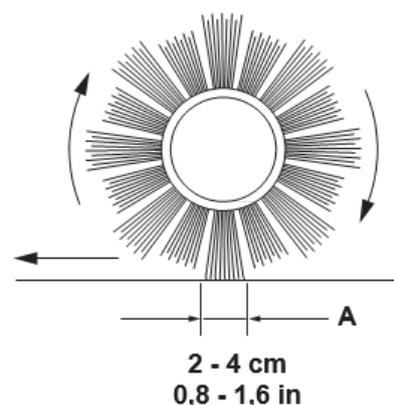

Figura 18
5. Controllare la larghezza dell'impronta della spazzola sul terreno (A, Figura 18), che deve essere compresa tra i 2 e i 4 cm.
6. Se la larghezza dell'impronta della spazzola (A, Figura 18) non rientra nelle specifiche, regolare l'altezza della spazzola principale seguendo la seguente procedura.
Se l'impronta (A, Figura 18) non può essere regolata correttamente a causa della diversa lunghezza delle setole e di conseguenza la pressione sul pavimento è diversa, fare riferimento al Manuale di assistenza.